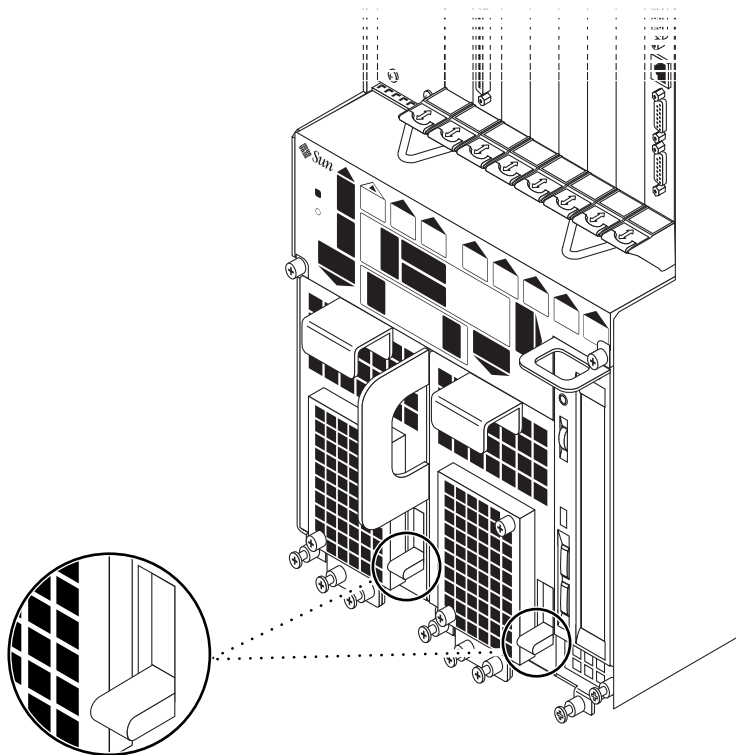
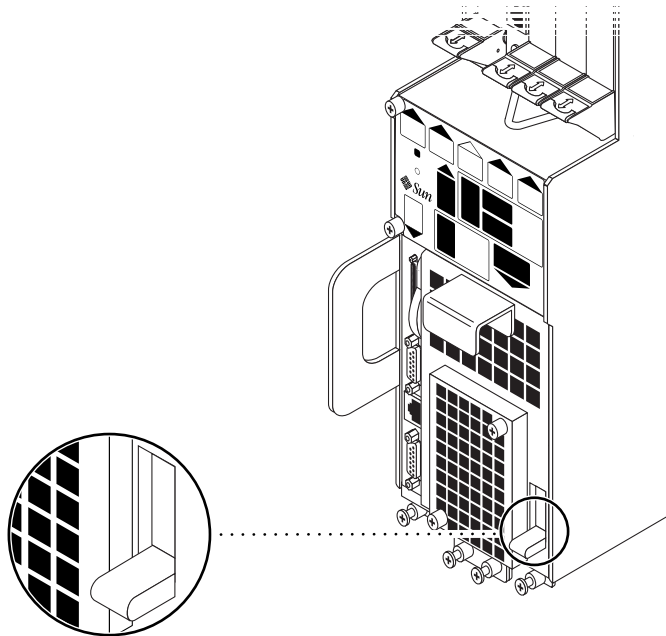

FIGURE 6-1 Emplacement du mécanisme de verrouillage des unités d'alimentation (serveur Netra ct 800)
FIGURE 6-2 Emplacement du mécanisme de verrouillage des unités d'alimentation (serveur Netra ct 400)
La FIGURE 6-1 illustre l'emplacement du mécanisme de verrouillage des deux unités d'alimentation du serveur Netra ct 800, tandis que la FIGURE 6-2 indique l'emplacement du mécanisme de verrouillage de l'unité d'alimentation du serveur Netra ct 400. Sur un serveur Netra ct 800, veillez à verrouiller les *deux* unités d'alimentation.
6. Pour mettre le serveur Netra ct complètement hors tension, déplacez le mécanisme de verrouillage de l'unité d'alimentation vers le haut, en position verrouillée (Ⓢ) (référez-vous à la FIGURE 6-1 pour le serveur Netra ct 800 ou la FIGURE 6-2 pour le serveur Netra ct 400).
7. Pour mettre le serveur Netra ct complètement hors tension, déplacez le mécanisme de verrouillage de l'unité d'alimentation vers le haut, en position verrouillée (⏏) (référez-vous à la FIGURE 6-1 pour le serveur Netra ct 800 ou FIGURE 6-2 pour le serveur Netra ct 400).